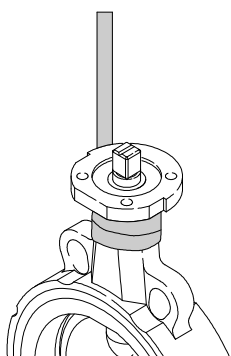
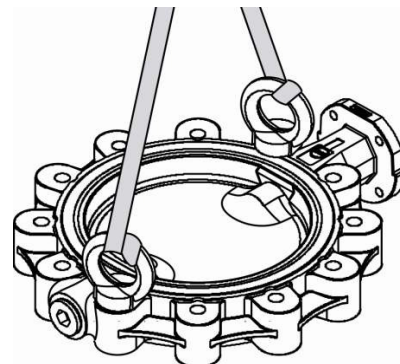

Bild 1
Bild 3
- Säkerhetsremmarnas anslag enligt bild 1 till bild 3.